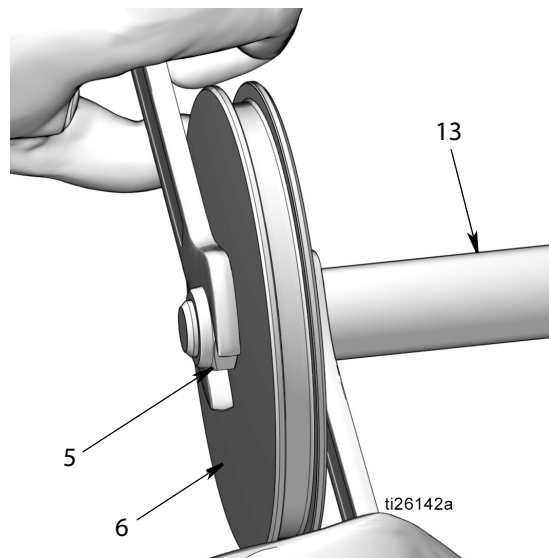

Рис. 49
- Накрутите гайку (5) поверх конца штока поршня (13). Используйте два гаечных ключа, действуя в
противоположных направлениях, для затягивания гайки. Зафиксируйте один открытый конец гаечного ключа на лысках штока поршня, и используйте второй гаечный ключ для затягивания гайки (5), как показано на Рис. 49.
**ПРИМЕЧАНИЕ:** Открытый конец гаечного ключа, зафиксированный на лысках штока поршня, используется только для надежного удержания штока, **не допускается** проворачивать этот гаечный ключ. Движение этого гаечного ключа могло бы поцарапать или повредить поверхность поршня и стать причиной утечек жидкости во время работы насоса. Проворачивайте только гаечный ключ, удерживающий гайку (5), для затягивания гайки. Затягивайте гайку с усилием 15 - 17 футофунтов (20,3 - 23,1 Н·м).